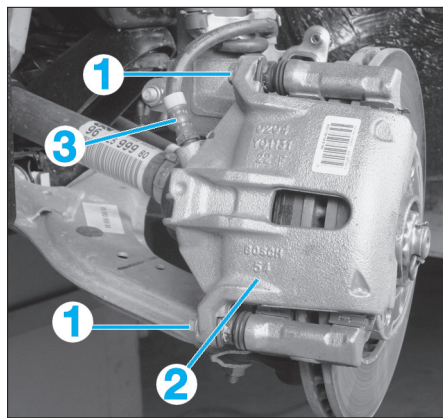

FIG. 4
- Déposer les vis de colonnette (1) (Fig.4).
- Déposer l'étrier (2) (le flexible de frein (3) restant branché sur l'étrier) et le suspendre à la carrosserie à l'aide d'une tige de fer, par exemple.
- Desserrer le flexible de frein (3) sur l'étrier (2) (Fig.4). Prévoir l'écoulement du liquide puis obturer la canalisation avec un bouchon approprié.